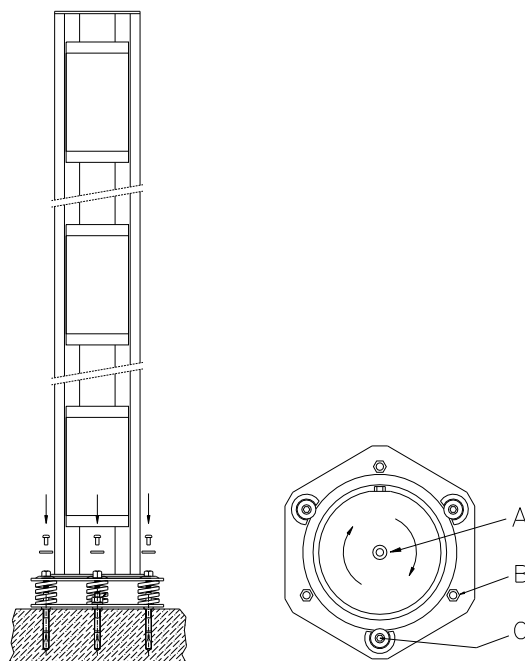

Figura 2
CONTROLLO PERPENDICOLARITÀ (FIGURA 2)
ALLINEAMENTO (FIGURA 2)
2. Allentare le tre brugole (*C - Figura 2*) che bloccano la flangia di rotazione.
6. Ruotare la colonna specchio fino a centrare la colonna ricevitore con il fascio laser e serrare le tre viti a brugola (*C - Figura 2*).